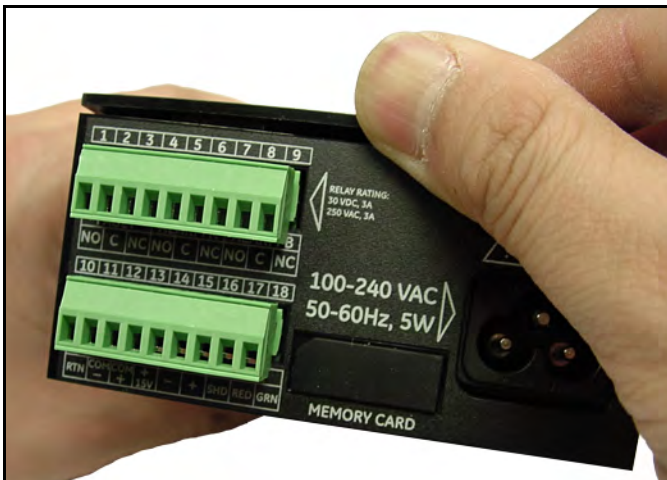

Abbildung 5: Abheben des hinteren Rands der Abdeckung
3. Heben Sie den hinteren Rand der oberen Abdeckung ab (siehe *Abbildung 5* unten).